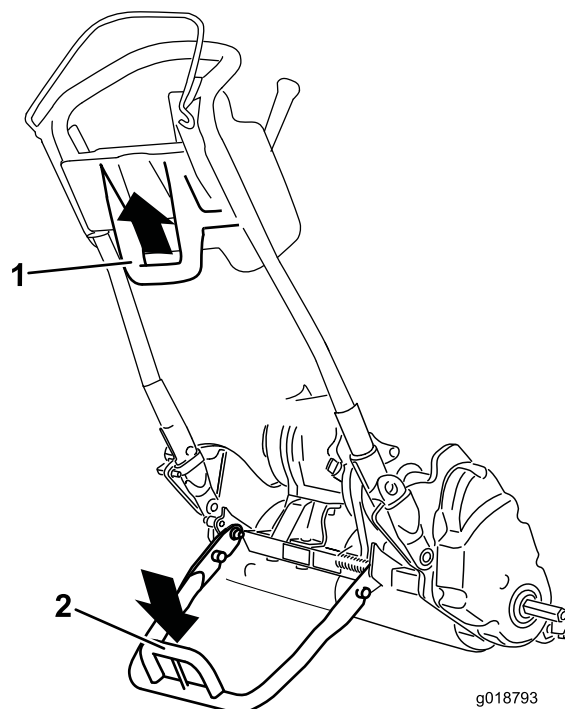

図 28
- 移動走行タイヤの着脱のためにキックスタンドを操作するには、スタンドを床面まで下げ、ループを足で踏みつけた状態のままで、機体下部についているハンドルを持ってマシンを後方に引いてください 図 28。